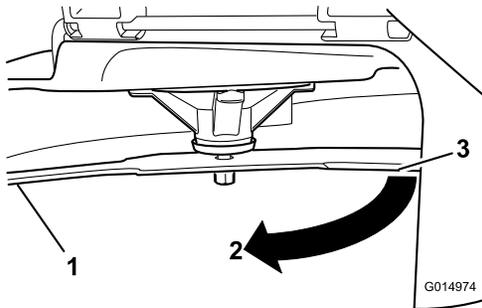

Figura 51
3. Segunda distancia medida entre cuchilla y superficie (B)
4. Gire la misma cuchilla 180 grados de manera que el otro extremo esté en la misma posición (Figura 51).